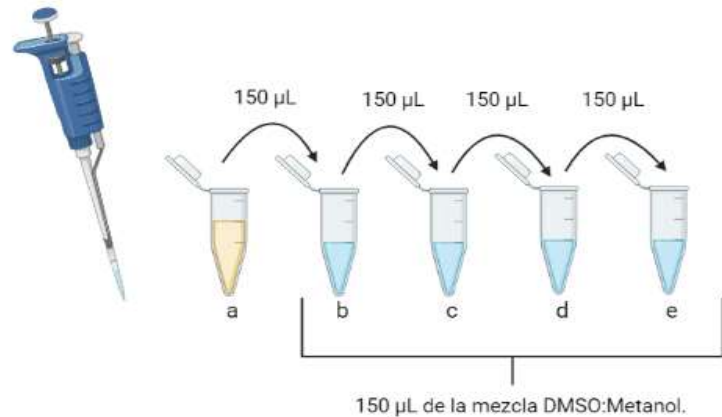

Figura 1. Preparación de los viales a, b, c, d, e y f.
4. Realizar las diluciones de los compuestos a evaluar para tener las siguientes concentraciones: 0.32, 0.16, 0.08, 0.04 y 0.02 mM (viales b, c, d y e) a partir del **vial a**. Adicionar a partir del **vial b** al **e**, 150 µL de la mezcla DMSO: METANOL. Posteriormente, transfiera 150 µL del **vial a** al **vial b** y mezcle. A partir del **vial b** transfiera 150 µL al **vial c** y mezcle. Posteriormente, transfiera 150 µL del **vial c** al **d**. y mezcle. Finalmente, transfiera 150 µL del **vial d** al **e** y mezcle. Ver figura 1.